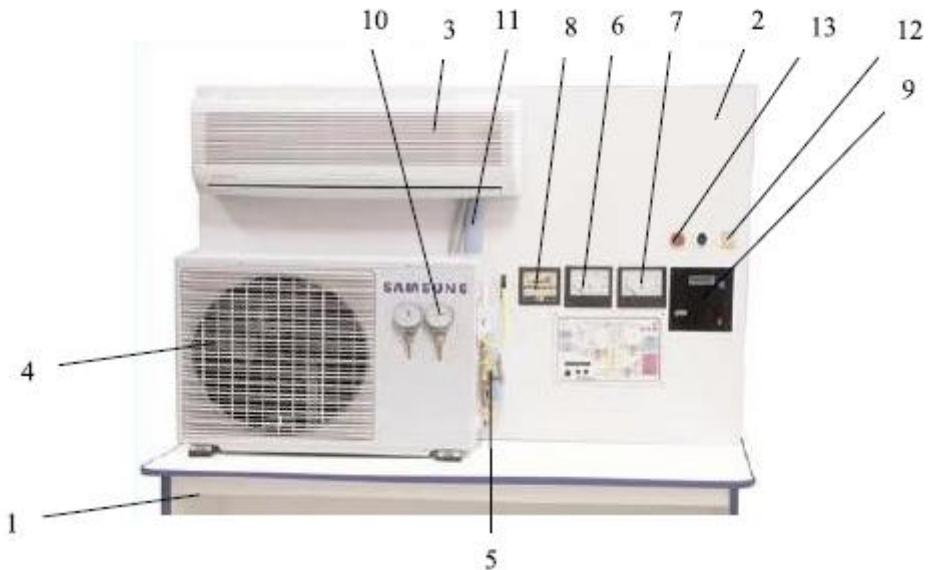

Рис.4. Схема стенда «кондиционер.сплит-система»
Схема экспериментального лабораторного стенда приведена на рис.4. Он состоит из рабочего стола 1 с вертикальной
3. нажать кнопку «Пуск». Раздается щелчок контактов, вольтметра 6 (рис.4) укажет напряжение в электросети;